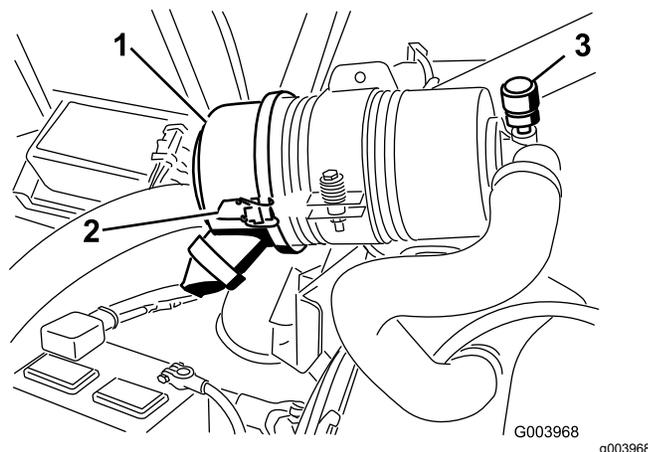

Рисунок 51
Обслуживание фильтра воздухоочистителя следует производить только после покраснения индикатора необходимости технического обслуживания (Рисунок 51). Замена воздушного фильтра без необходимости только повышает вероятность попадания грязи в двигатель при извлечении фильтра.
1. Отпустите защелки, фиксирующие крышку воздухоочистителя на его корпусе (Рисунок 51).